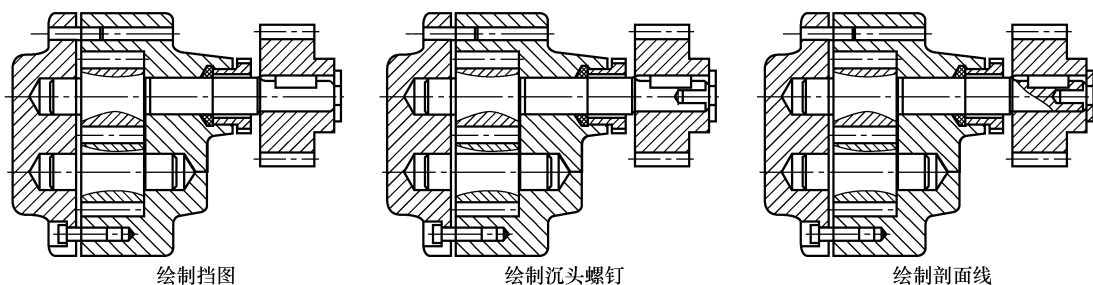

图12-45 添加主视图挡圈12、沉头螺钉13
Step 40 绘制主动齿轮轴剖切波浪线、剖面线：切换“分界线”图层。调用“样条曲线”命令，绘制主动齿轮轴剖切波浪线。调用“图案填充”命令，“角度”设置为0，“比例”设置为0.6，绘制主动齿轮轴剖面线。添加主视图挡圈12、沉头螺钉13，如图12-45所示。